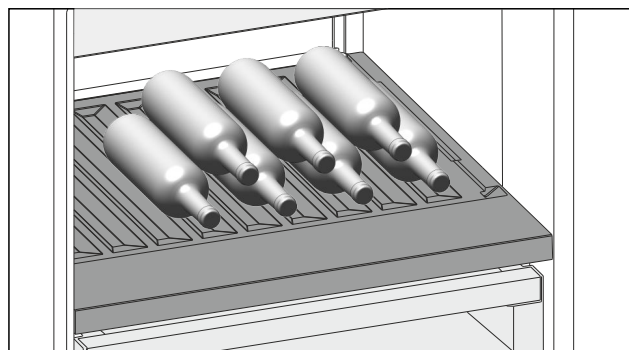

Fig. 210 Ілюстративне зображення
- ▶ Помістіть пляшки дном у напрямку до задньої стінки. (див. Fig. 210)